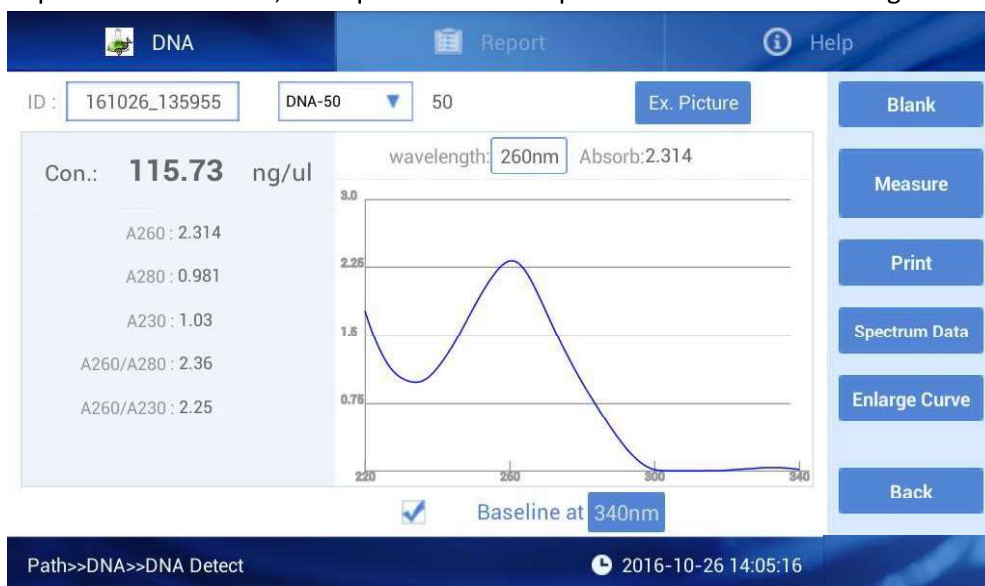

Fig 4.4 Resultado de la medición de ácidos nucleicos
- 4 Mida la muestra con un volumen de 2ul. Haga clic en "Measure" (Medir) y, a continuación, acceda a la pantalla de la Fig. 4.4;